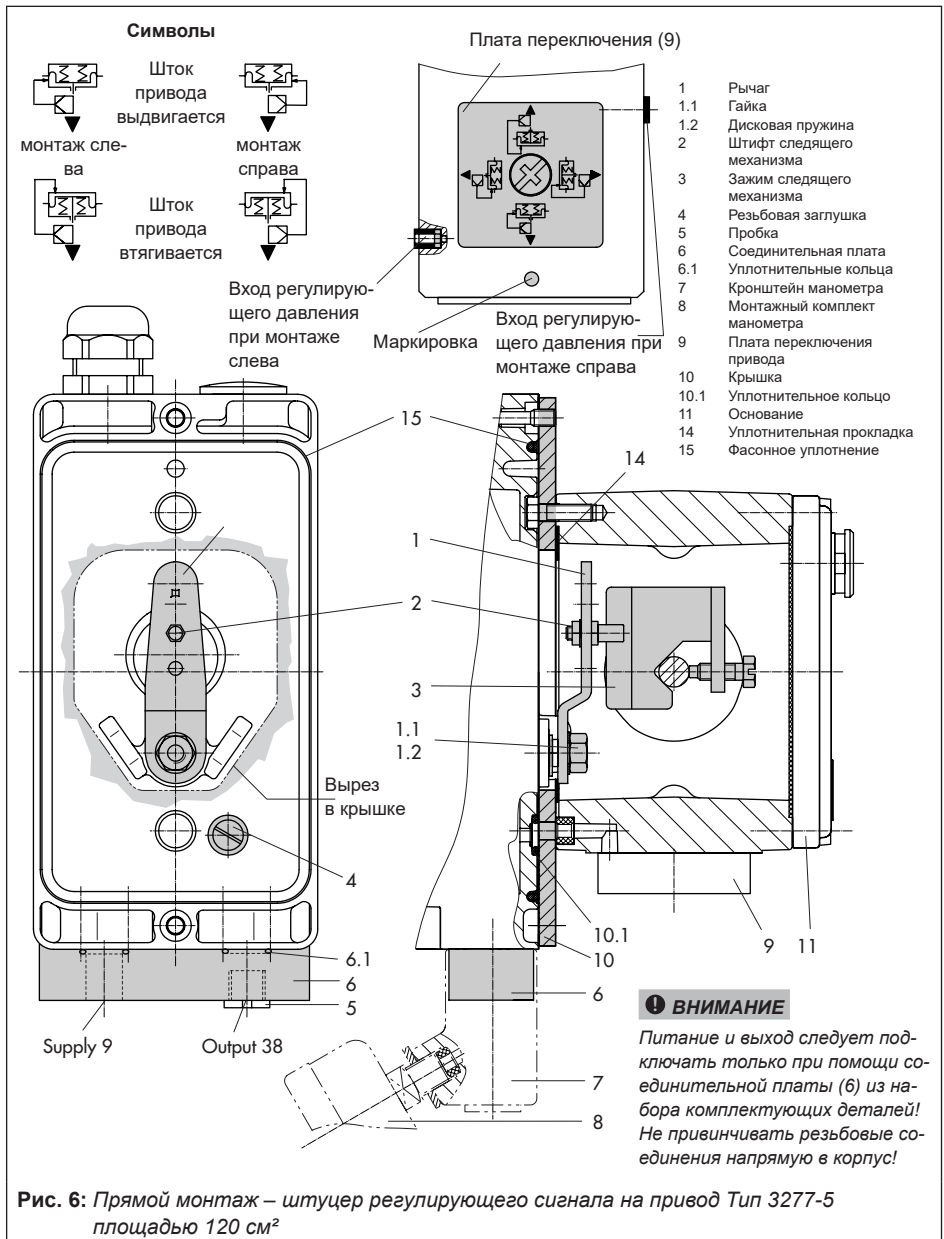

Рис. 6: Прямой монтаж – штуцер регулирующего сигнала на привод Тип 3277-5 площадью 120 см²
Привод 120 см² (см. Рис. 6)
3. Установите зажим следящего механизма (3) на шток привода, выровняйте и зафиксируйте таким образом, чтобы крепёжный болт находился в пазе штока привода.
4. Зафиксируйте крышку (10) так, чтобы узкая сторона выреза (Рис. 6 слева) была направлена к штуцеру управляющего сигнала, а наклеенная уплотнительная прокладка (14) указывала в сторону рамы привода.
5. **Ход 15 мм:** на рычаге М (1) с обратной стороны позиционера следящий штифт (2) остаётся в положении 35 (состояние при поставке).